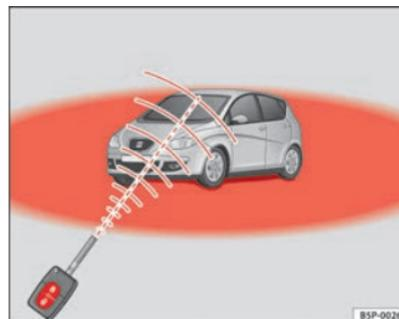

Fig. 63 Raggio d'azione del telecomando
- Il telecomando funziona soltanto se azionato all'interno del suo campo d'azione ⇒ fig. 63 (settore rosso).